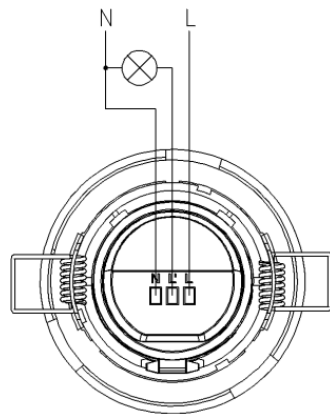

Рис. 2 Схема электропитания
3. Подключите питание и протестируйте датчик движения, затем установите (рис. 2) его в заранее подготовленное отверстие в потолке или стене.